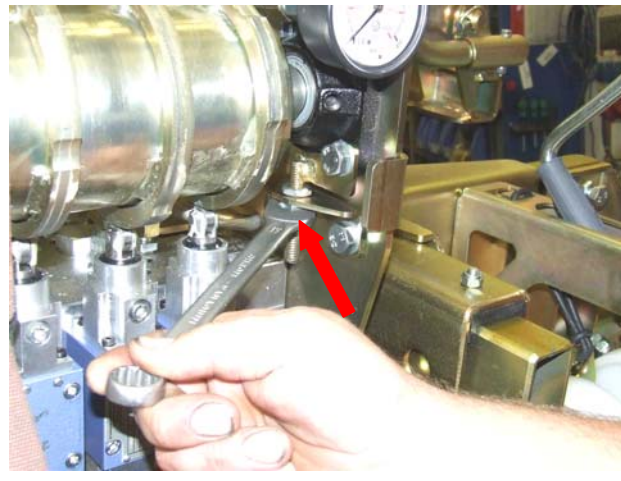

Fig.13
13. Säädä väli alemmasta säätömutterista (niin, että rumpu tulee vähän ylöspäin) → Fig. 13